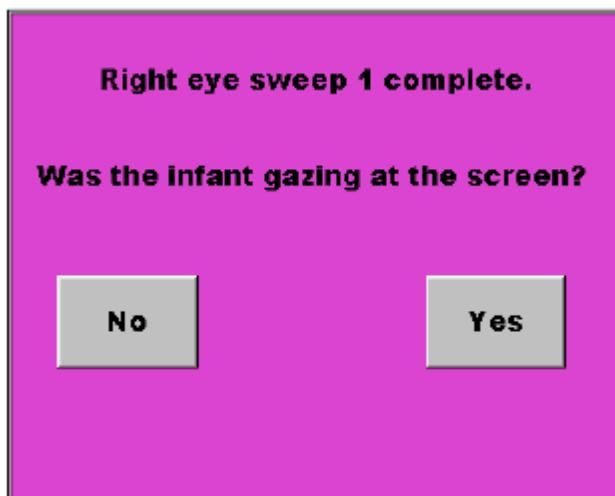

Figura 118: Alerta de Varredura Completa Enfant®
6. No final de cada varredura, aparecerá o alerta de Varredura Completa, dependendo do comportamento do paciente, selecione Sim ou Não (**Figura 118**).